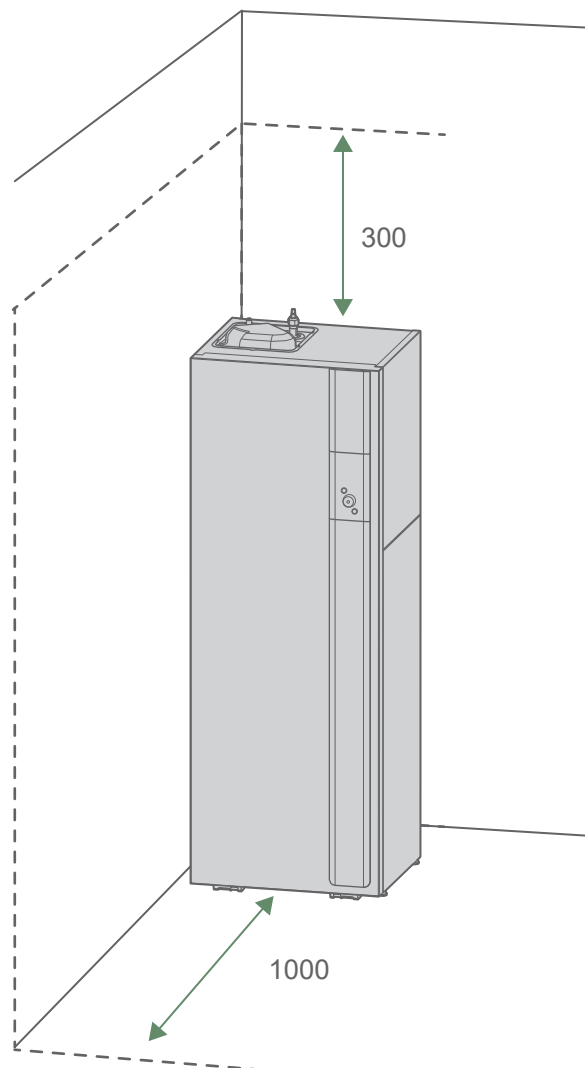

fig. 18 - Limites mínimos de instalação em redor do módulo hidráulico para manutenção.
- Durante o funcionamento, pode sair água da unidade exterior. Não instalar o aparelho num terraço, mas preferir uma zona drenada (cascalho ou areia). Se a instalação for efetuada numa região onde a temperatura pode ser inferior a 0°C durante um longo período, verificar se a presença de gelo não representa qualquer perigo. Também é possível ligar um tubo de drenagem ao tabuleiro de recolha de condensados (opcional) (*"Fig. 18 página 17*).
- Para facilitar as operações de manutenção e permitir o acesso aos vários componentes, é aconselhável deixar espaço suficiente à volta do Módulo hidráulico (*fig. 18*).